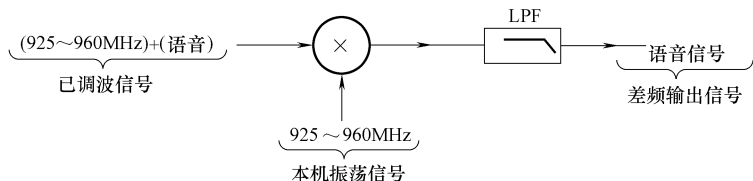

图 4-3 直接变频接收电路示意图
1) 直接变频接收电路。直接变频又称一次变频。如图 4-3 所示，直接变频接收电路就是将已调制的高频载波信号（925 ~ 960MHz 语音信号）与本机振荡电路产生的本振信号（925 ~ 960MHz）直接变频后得到差频的语音信号。